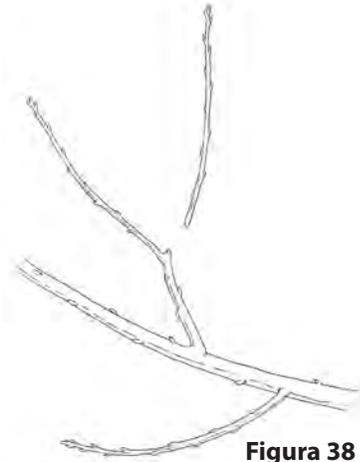

Figura 38
- Si dos ramas adyacentes son del mismo tamaño, quite uno para mejorar la entrada de luz (Figura 38).